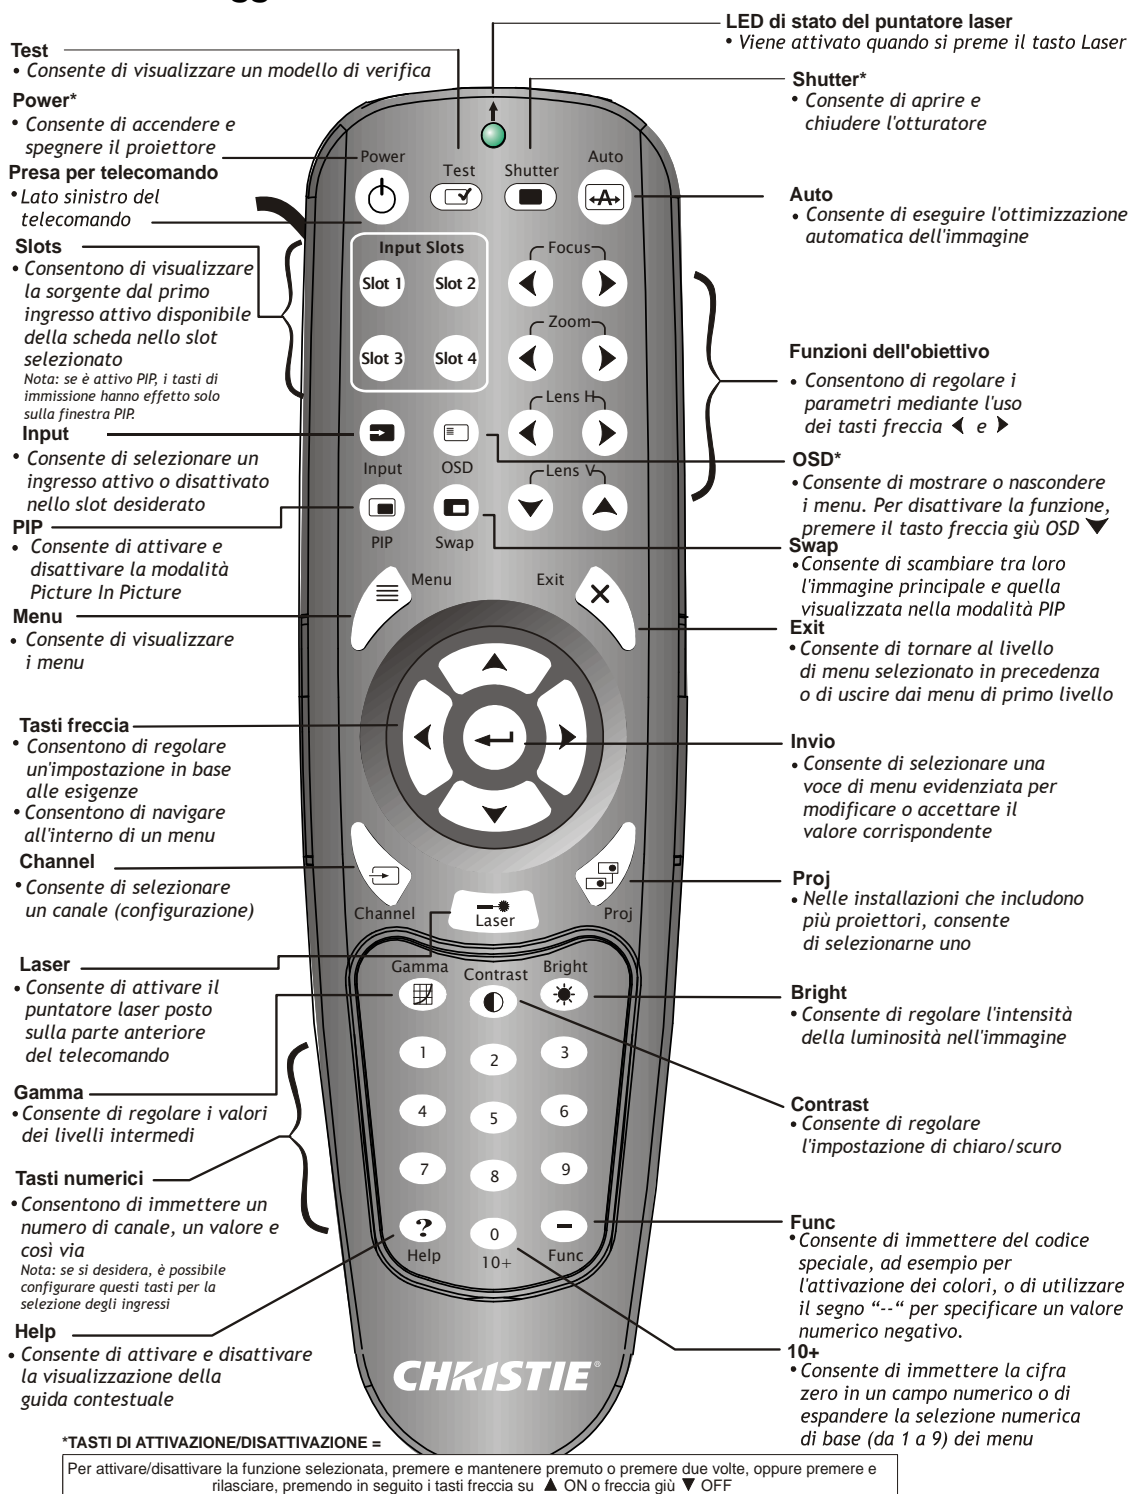

FIGURA 3-1 TELECOMANDO
- **Telecomando:** è possibile controllare il proiettore con telecomando cablato (è incluso l'apposito cavo) o wireless fino a una distanza massima di 8 metri. Il telecomando consente di controllare il proiettore senza l'ausilio di cavi per mezzo di un trasmettitore a raggi infrarossi (IR) a batteria. Utilizzare il telecomando a raggi infrarossi allo stesso modo in cui si usa un telecomando per televisore o videoregistratore. Quando si preme un tasto funzione, puntare il telecomando verso il sensore a raggi infrarossi anteriore o posteriore del proiettore. Uno dei due sensori a raggi infrarossi sul proiettore rileva il segnale e inoltra i relativi comandi per l'elaborazione interna. Il telecomando è dotato di un puntatore laser. Vedere Figura 3-1 Telecomando.
**NOTA:** per utilizzare le funzioni di **ACCENSIONE**, **SHUTTER** (Otturatore) e **OSD**, effettuare una delle operazioni seguenti: tenere premuto il tasto per due secondi o premere il tasto due volte in rapida successione, quindi premere la **FRECCIA VERSO L'ALTO** per attivare la relativa funzione o la **FRECCIA VERSO IL BASSO** per disattivarla. Vedere Figura 3-1 Telecomando.